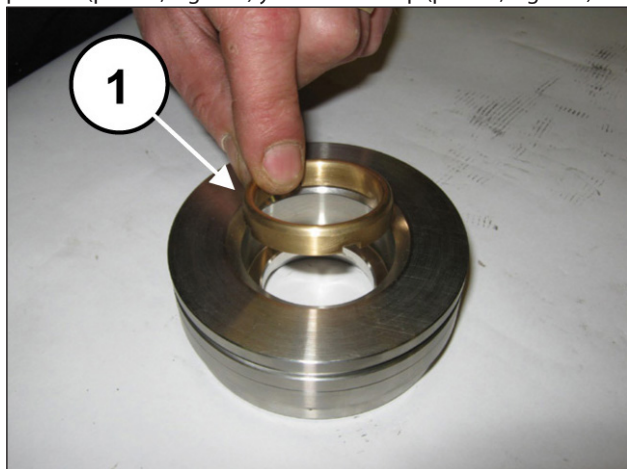
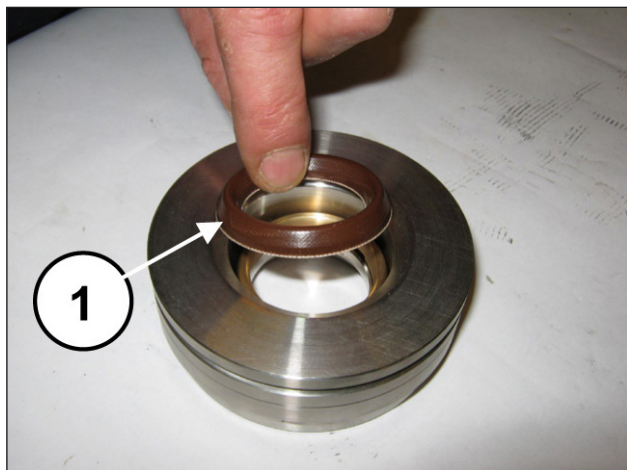
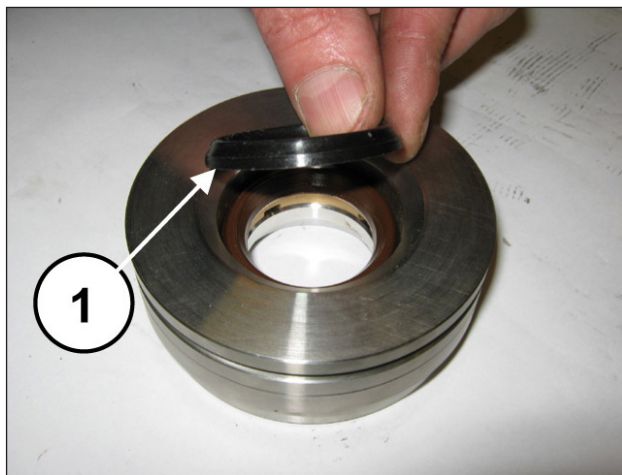

Fig. 182
Fig. 183
Fig. 184
Montar la anilla del cuello (pos. ①, Fig. 182), la junta de alta presión (pos. ①, Fig. 183) y la anilla restop (pos. ①, Fig. 184).